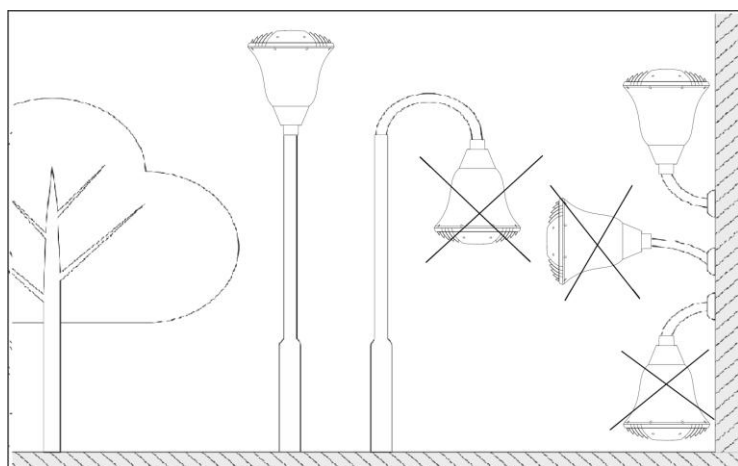

Рисунок 3
5.3 Ослабить установочные винты (поз.2) (Рисунок 1) таким образом, чтобы концы установочных винтов были заподлицо с внутренней поверхностью основания светильника (**Запрещается выворачивать полностью установочные винты**), установить светильник на трубу Ø50...60мм. (Рисунок 3), затянуть установочные винты (поз.2) с усилием 5...9 Н·м. (Рисунок 1).